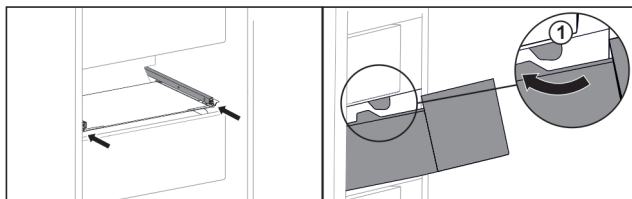

Fig. 136
- ▶ Ved'te zásuvku podél zarážek Fig. 136 (1).